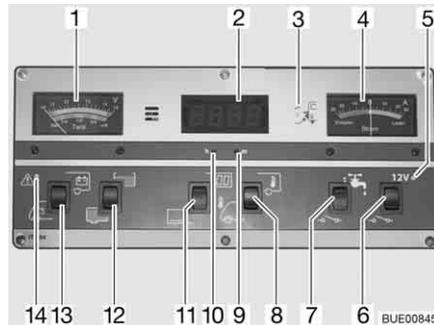

Fig. 107 Panel IT 994
Observar la escala superior del instrumento indicador V/depósito (Fig. 107,1). El instrumento indicador se ilumina automáticamente al accionar el interruptor.
- Pulsar el interruptor basculante (Fig. 107,13) por abajo: Indica la tensión de la batería del motor de arranque.
- Pulsar el interruptor basculante (Fig. 107,13) por arriba: Indica la tensión de la batería del habitáculo.
Observar la escala inferior del instrumento indicador V/depósito (Fig. 107,1). El instrumento indicador se ilumina automáticamente al accionar el interruptor.
- Pulsar el interruptor basculante (Fig. 107,12) por arriba: Indica la cantidad de agua.
- Pulsar el interruptor basculante (Fig. 107,12) por abajo: Indica la cantidad de aguas residuales.
La luz roja de ALARMA (Fig. 107,14) parpadea en cuanto la tensión de la batería del habitáculo baja de 11 V (medición durante el servicio) y hay peligro de descarga completa.
- Pulsar el interruptor basculante (Fig. 107,11) por arriba: El indicador del reloj digital está conectado. El indicador de temperatura está listo para funcionar.
- Pulsar el interruptor basculante (Fig. 107,11) por abajo: El indicador del reloj digital y el indicador de temperatura están desconectados.
- Con ayuda de un objeto delgado, p. ej. una mina de bolígrafo, hacer presión en el orificio para horas (Fig. 107,10) hasta obtener la hora deseada.
- Con ayuda de un objeto delgado, p. ej. una mina de bolígrafo, hacer presión en el orificio para minutos (Fig. 107,9) hasta obtener los minutos deseados.
- Pulsar el interruptor basculante (Fig. 107,8) por arriba: Indica la temperatura interior.
- Pulsar el interruptor basculante (Fig. 107,8) por abajo: Indica la temperatura exterior.
El instrumento indicador (Fig. 107,4) indica constantemente la corriente actual suministrada por la batería. El instrumento indicador se ilumina automáticamente al accionar el interruptor.
El interruptor principal de 12 V (Fig. 107,6) conecta y desconecta el panel y la alimentación de 12 V del habitáculo.
Conectar: ■ Pulsar el interruptor basculante (Fig. 107,6) por arriba: La alimentación de 12 V del habitáculo está conectada. La luz de control (Fig. 107,5) se enciende de color verde.
Desconectar: ■ Pulsar el interruptor basculante (Fig. 107,6) por abajo: La alimentación de 12 V del habitáculo está desconectada. La luz de control (Fig. 107,5) se apaga.
Se enciende la luz de control de 12 V (Fig. 107,5) cuando se conecta el interruptor principal de 12 V (Fig. 107,6).
Se enciende la luz de control de 230 V (Fig. 107,3) amarilla cuando hay tensión de red en la entrada del bloque eléctrico.
Conectar: ■ Pulsar el interruptor basculante (Fig. 107,7) por arriba: El suministro de agua está conectado.
Desconectar: ■ Pulsar el interruptor basculante (Fig. 107,7) por abajo: El suministro de agua está desconectado.